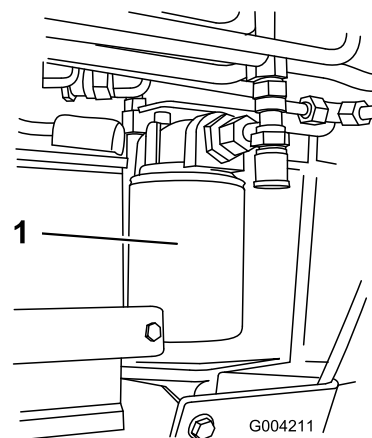

Figura 67
4. Coloque un recipiente debajo del filtro (Figura 67).
5. Retire el filtro usado (Figura 67) y limpie con un paño la superficie de la junta del adaptador del filtro.
7. Instale el filtro hidráulico nuevo en el adaptador del filtro (Figura 67). Apriete el filtro en el sentido de las agujas del reloj hasta que la junta de goma entre en contacto con el adaptador del filtro, luego apriete el filtro $\frac{3}{4}$ vuelta más.